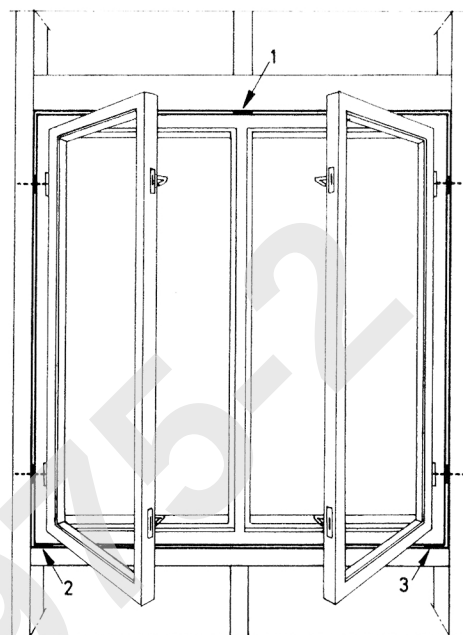

Fig. 121. Mål 1 : 20
- 121 2-rams vindu monteres som vist på fig. 121. Under vindusoverdekkingen eller over karmens midtpost, punkt 1, plasseres midlertidig en kloss med den tykkelse som gir vinduskarmen riktig høyde. Vinduet settes inn omtrent midt i åpningen og presses opp mot overdekkingen ved hjelp av kiler under sidekarmene, punkt 2 og 3. Med kilene reguleres underkarmen i vater. Karmens sider justeres i lodd og i riktig plan i forhold til vegg. Fugen bør være jevnt bred rundt hele karmen, men viktigst er det at vinduet får riktig posisjon i forhold til vinduer eller annet i fasaden for øvrig. Etter at sidekarmen er justert i lodd på hengsel-siden, prøves det om vindusrammene går riktig, om det er jevn åpning mellom ramme og karm og om rammene faller jevnt inntil karmen. Når vinduet er satt ferdig og justert, plasseres kiler eller klosser på festestedene og karmen festes til vegg.